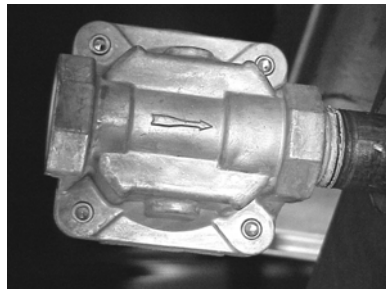
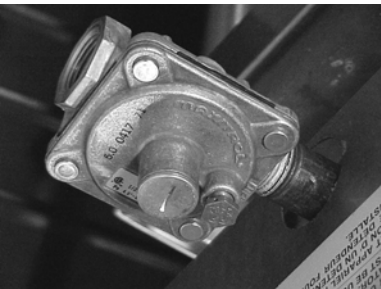

Fig. 2
Fig. 3
Il faut installer le régulateur de pressi0n du gaz fourni avec la plaque chauffante. Installer le régulateur aussi près que possible de la plaque à frir, sur la conduite de gaz. S'assurer que la flèche sur la face intérieure du régulateur pointe vers le débit de gaz allant à la plaque à frir (Fig.2) et que le régulateur est positionné de façon à ce que le bouchon d'aération et la vis de réglage soient dirigés vers le haut droit (Fig. 3). Après avoir installé le régulateur, vérifiez et réglez la pressi0n du gaz. La pressi0n doit être réglée à 10 cm colonne d'eau (CE) pour le gaz naturel et 25 cm colonne d'eau (CE) pour le gaz propane, au moment où tous les brûleurs sont allumés. On recommande qu'un technicien qualifié du service de gaz ayant les outils, les instruments et les compétences nécessaires effectue l'installati0n de la plaque chauffante et du régulateur de pressi0n du gaz.